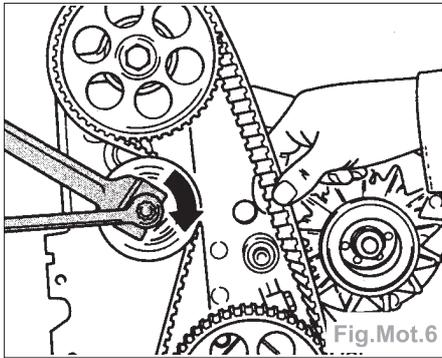

Fig.Mot.6
- Tendre la courroie de distribution; à cet effet, tourner le galet-tendeur avec une clé pour écrous (p, ex. Matra VI 59) dans le sens de la flèche (Fig.Mot.6).